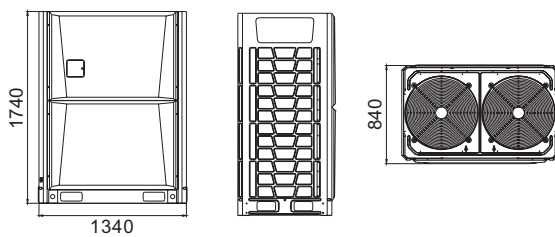

Рис. 3.3. Форма 3 (18 К.С. – 20 К.С.)
- Головний виріб має бути встановлений на міцному цементному або бетонному фундаменті. Бетонний фундамент має бути зведений відповідно до габаритів на рис. 3.3.